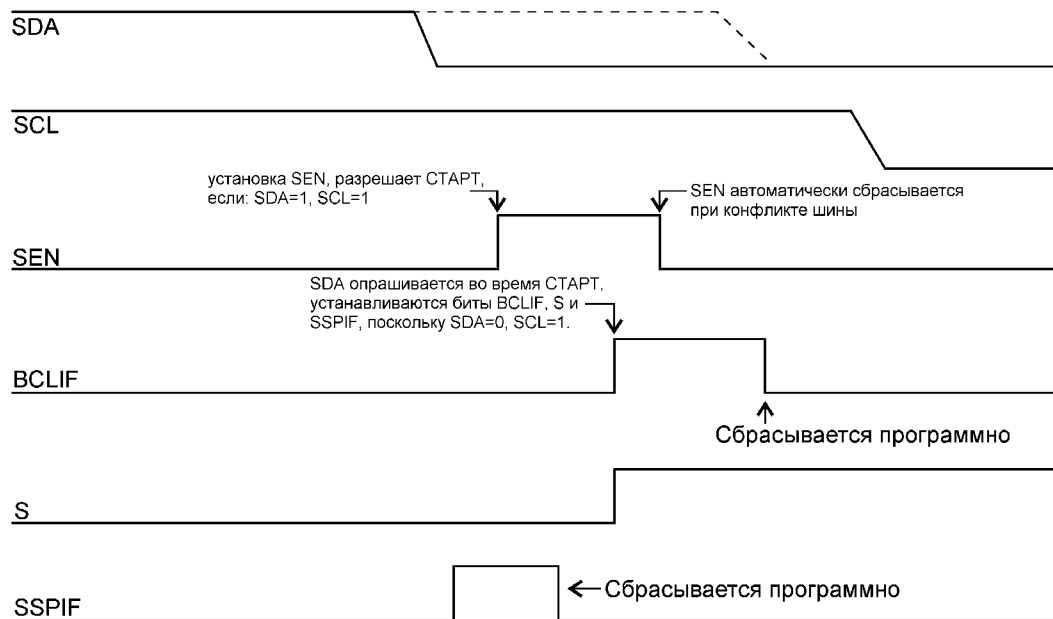

Рис. 72 Конфликт шины во время формирования состояния «СТАРТ» (SCL=1)
1. на SDA или SCL низкий уровень сигнала в начале формирования состояния «СТАРТ» (см. Рис. 72);